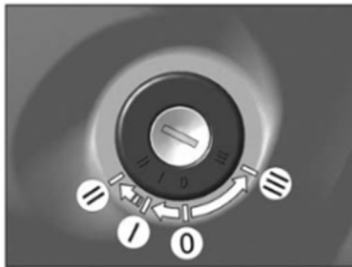

Рис. 5.7 Положения ключа в замке выключателя приборов, стартера и противоугонного устройства
Положение 3 ближнего света. Среднее фиксированное положение рычага, если выключатель а (рис.5.7) наружного освещения находится в положении
**Б** – замок выключателя приборов, стартера и противоугонного устройства (см. рис. 5.7).